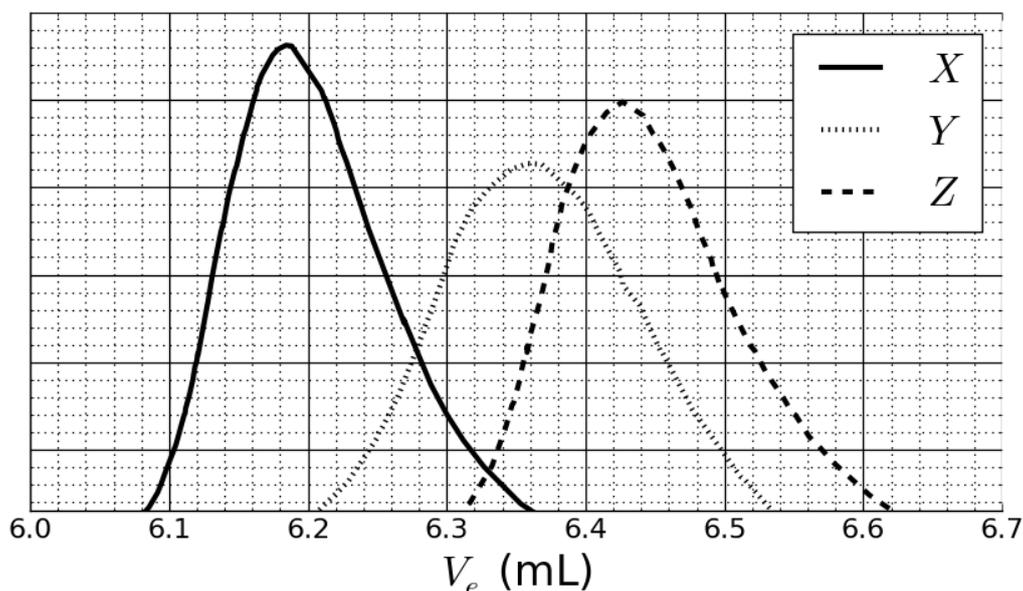

Fig. 2 – Cromatogramas de SEC cromatogramas de **3a**, **3b** y **3c** en función del volumen de elución, V_e .
La reacción de **1** con **2** resulta en los copolímeros **3a** después de 20 h, **3b** después de 25 h, y **3c** después de 30 h de reacción a 40 °C. Los resultados de la cromatografía de exclusión por tamaño (SEC por sus siglas en inglés) se presentan en la Fig.2.
6. **Asigne** las señales en la Fig. 2 a los copolímeros **3a**, **3b** y **3c**.
7. Basado en las curvas de SEC en las Fig. 2 y 3, **determine** el volumen de elución V_e del polímero que corresponde a la curva X y úselo para **estimar** el grado de polimerización m del segundo bloque. **Presente** detalladamente sus cálculos. Puede usar una calculadora o graficar.